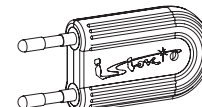

Рис. 2. СРЕДСТВО КОНТРОЛЯ
1.7. В комплект поставки УСТРОЙСТВА может входить средство контроля зоны функционирования (имитатор искрения) – УЗДП-ск-001 (далее – СРЕДСТВО КОНТРОЛЯ), выполненное (рис.2) в виде вилки и вставляемое в стандартные розетки, находящиеся в составе защищаемой цепи. Информация о комплектации УСТРОЙСТВА СРЕДСТВОМ КОНТРОЛЯ УЗДП-ск-001 отражается в Свидетельстве об упаковке (п.14).